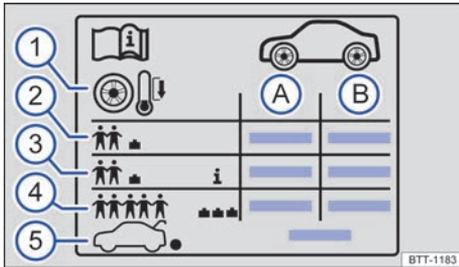

Fig. 207 Símbolos en el adhesivo de la presión de los neumáticos (representación esquemática).
Datos que figuran en el adhesivo de la presión de los neumáticos → fig. 207:
En función del vehículo, el adhesivo de la presión de los neumáticos puede incluir una presión de confort → fig. 207 ③. La presión de confort permite aumentar el confort de marcha. Cuando se circula con la presión de confort, puede que se incremente el consumo de combustible.